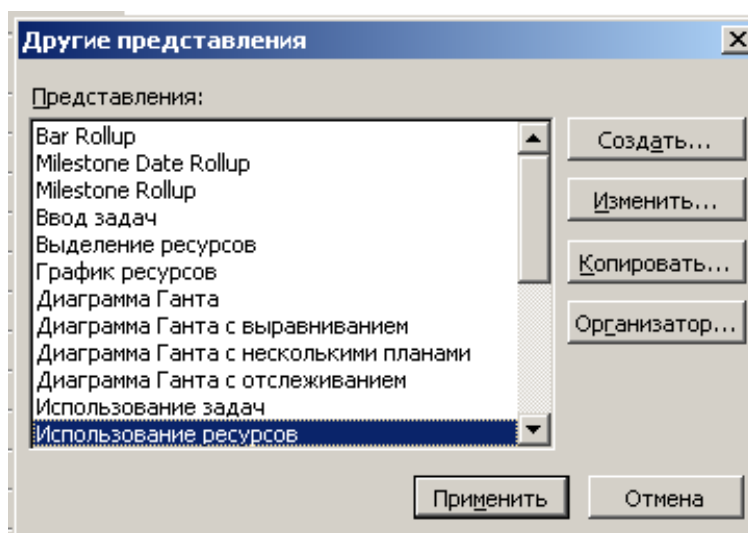

Рис. 2.43. Диалог More Views (Другие представления)
- Чтобы просмотреть проект в режимах, кнопки которых отсутствуют, нажмите кнопку **More Views** (Другие представления)  на панели режимов (**View Bar**). На экране появится диалог **More Views** (Другие представления) (рис. 2.43), в котором вы можете выбрать любой доступный режим просмотра и нажать кнопку **Apply** (Применить).